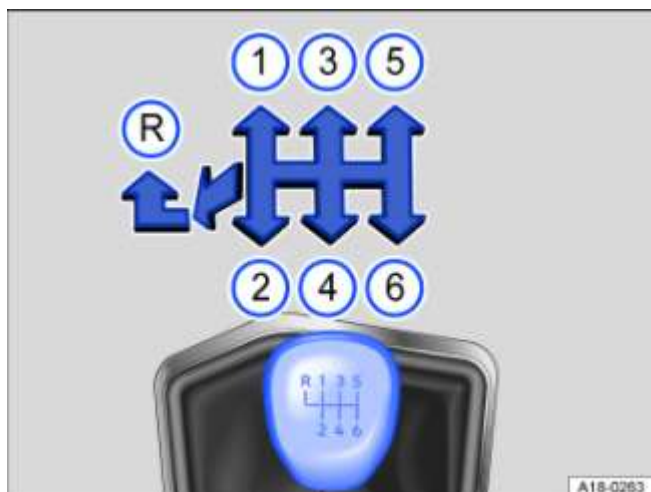

Fig. 103 Grille des vitesses de la boîte mécanique à 6 vitesses
- Poussez le levier de vitesses complètement vers la gauche, puis vers l'avant pour l'amener en position de marche arrière → Fig. 103®.